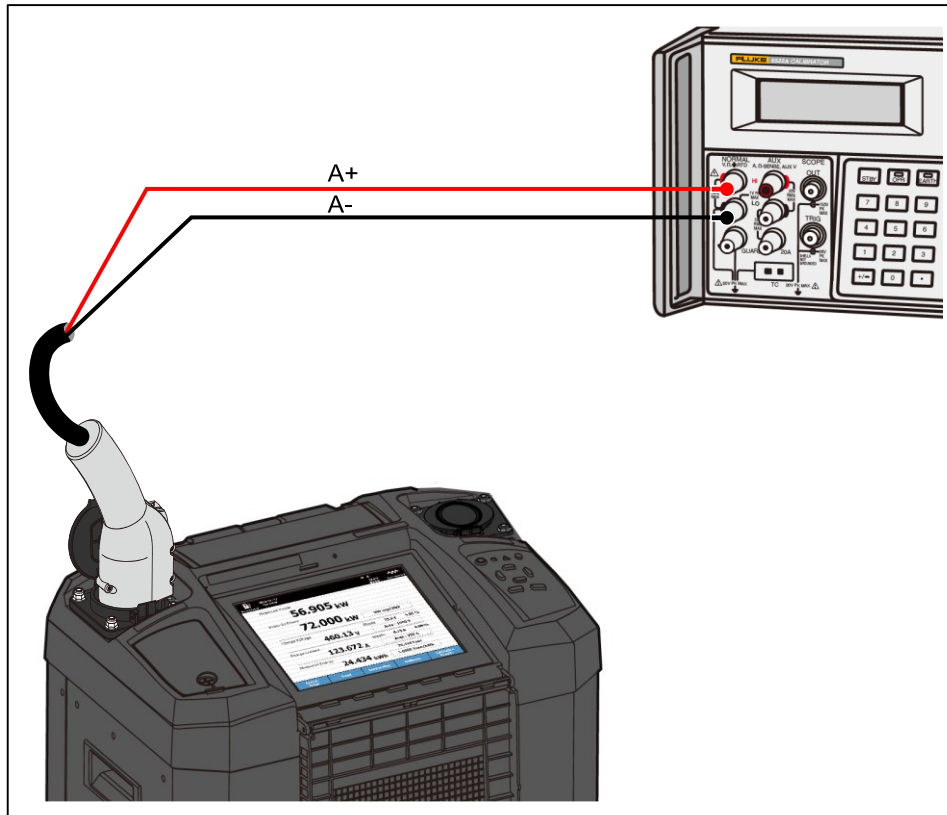

图 11. AUXV 校准配置
1. 产品屏幕上提示“请连接直流电压源到左充电座 A+/A-信号端”时，按图 11 所示，将产品左侧充电座接口面板的 A+和 A-端子分别连接到多功能校准器(Fluke 5522A)的 HI 和 LO 电压输出端子。